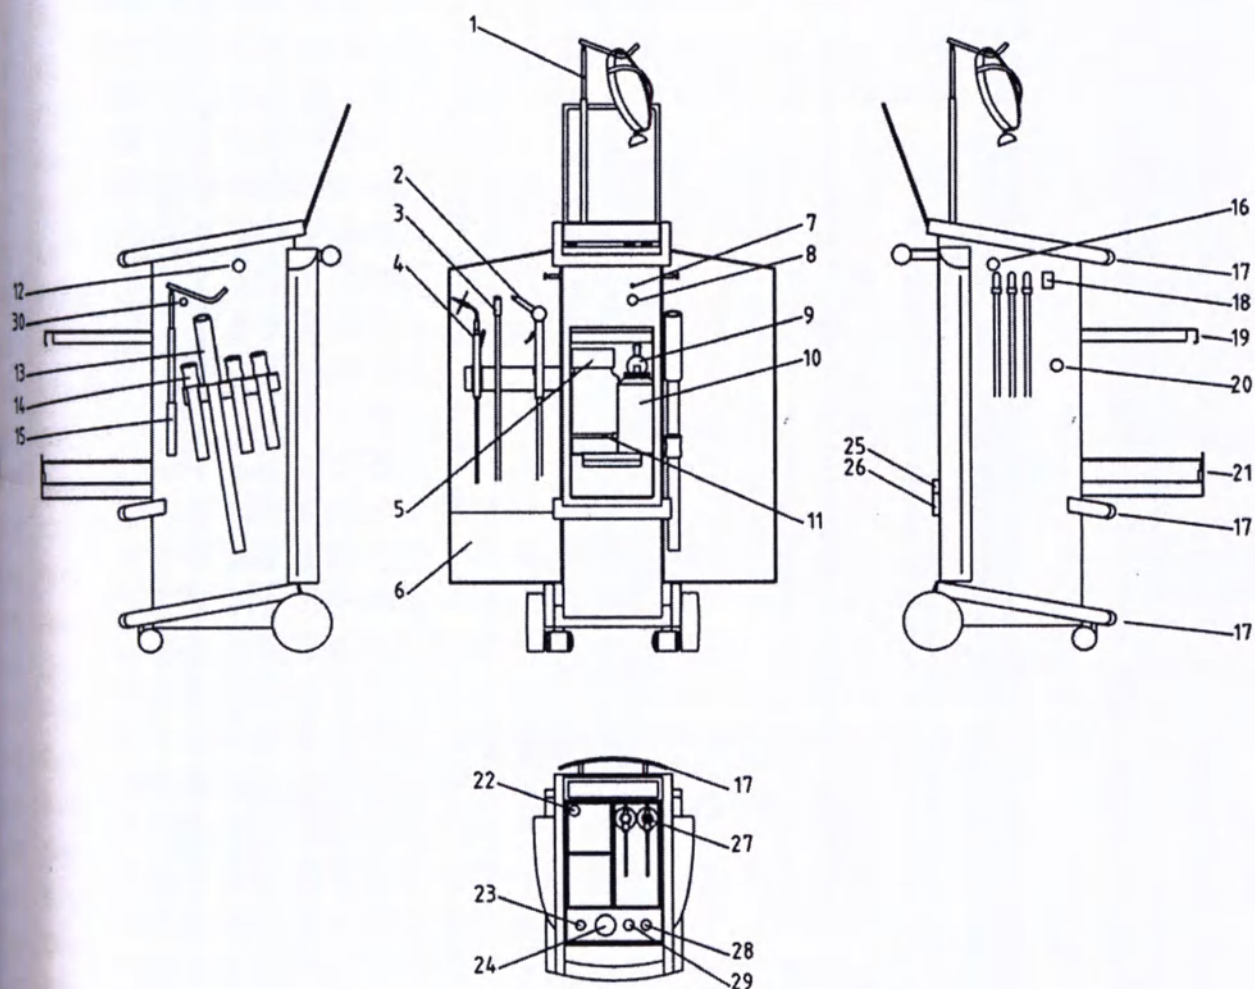
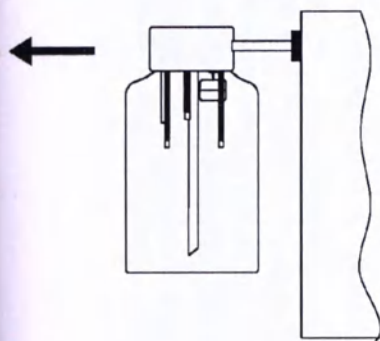
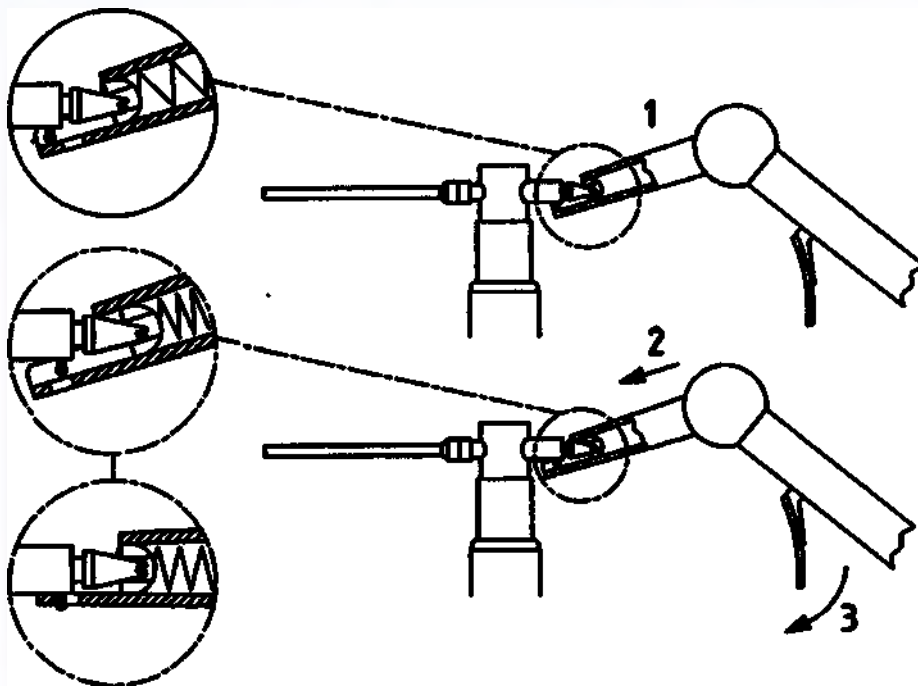
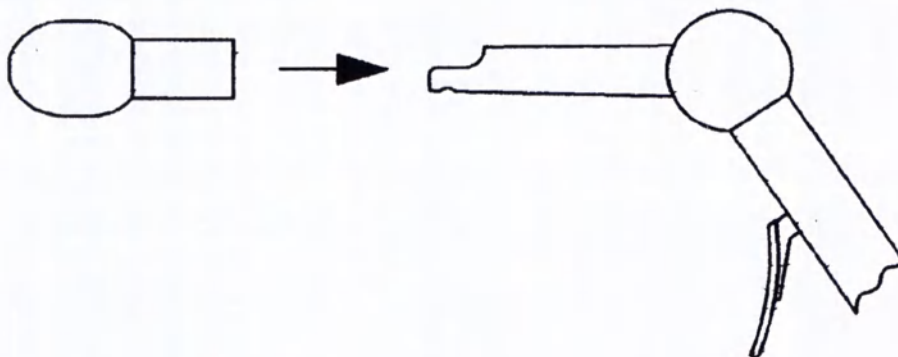

Рис. 1
Рис. 2
Рис. 5
Рис. 6
Внешний вид аппарата HAWK (Рис. 1)
Извлеките шланг для аспирации жидкостей (Рис. 1 (3)) из держателя и включите аспирационный насос (Рис. 1 (29)). Откачиваемая жидкость будет собираться в предназначенной для нее емкости (Рис. 1 (5)). По окончании процедуры аспирации выключите насос и вставьте шланг для аспирации жидкостей обратно в держатель. Используйте один из двух держателей (Рис. 1 (20) или (3)).
Чтобы извлечь емкость для сбора откачиваемой жидкости (Рис. 1 (5)) для опорожнения или промывки, потяните ее на себя в горизонтальном направлении (Рис. 2). Если емкость для сбора откачиваемой жидкости наполнилась, процесс аспирации будет прерван встроенным устройством защиты от переполнения.
Резервуар для воды (Рис. 1 (10)) может быть извлечен для заполнения и очистки. Чтобы отсоединить резервуар от аппарата, потяните его на себя и разблокируйте быстроразъемный кронштейн (Рис. 1 (11)). Поверните резервуар, вращая его крышку против часовой стрелки. После того, как резервуар будет освобожден, нажимайте на рычаг управления рукояткой для промывки до тех пор, пока из системы не будет удален весь остаточный воздух.
Для распыления (Рис. 5) и продувки (Рис. 6) используется рукоятка с узлом для точной регулировки давления (Рис. 1 (2)), подключенная к блоку сжатого воздуха.
Чтобы присоединить к рукоятке флакон для распыляемой жидкости (Рис. 5), вставьте штуцер флакона в отверстие рукоятки под углом около 30° , а затем защелкните штуцер в нем. Для предотвращения загрязнения канюли в процессе ежедневной работы необходимо периодически промывать систему чистой
Для простоты идентификации флаконы для распыляемых жидкостей (Рис. 5) обозначены цветными этикетками. Канюля и распылительная головка, обозначенные кольцами с гравировкой, предназначены для методического распыления жидкостей.
Если флакон для распыляемой жидкости (Рис. 5) упал на пол или подвергся удару, его больше нельзя использовать, даже если стекло не имеет видимых повреждений! Существует вероятность разрыва флакона!
На рукоятке для распыления можно присоединить оливу Политцера (Рис. 6). Перед началом лечебной процедуры убедитесь в том, что олива плотно закреплена на рукоятке. Будьте осторожны при регулировке давления продувки рычагом управления на рукоятке, чтобы не повредить ушную барабанную перепонку. Ни в коем случае не нажимайте на рычаг управления сразу же до конца.